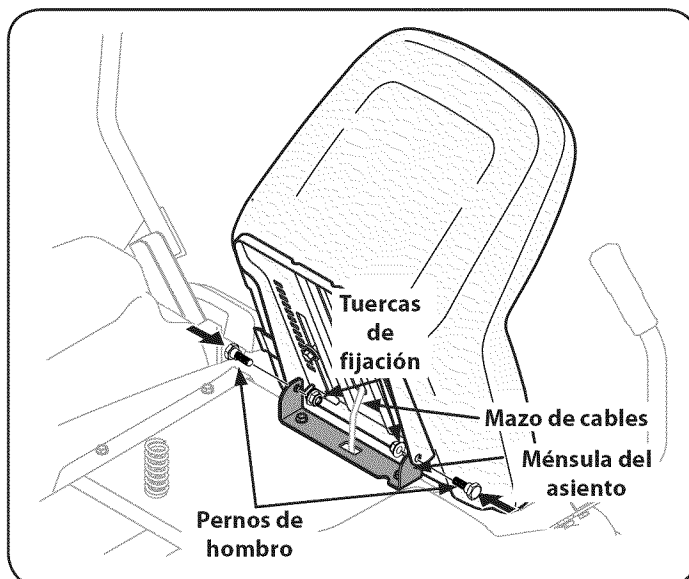

Figura 3
3. Girar el asiento en su posición y asegurar el asiento en su lugar con los tornillos de ajuste previamente eliminado y tuercas de seguridad. Tenga cuidado de no dañar el rizado o el mazo de cables durante la instalación del asiento. Véase la Figura 3.